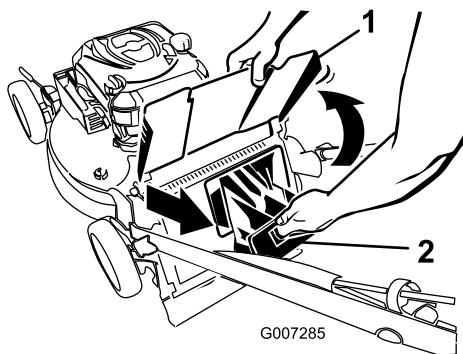

Figura 20
2. Sollevate il deflettore di scarico e tenetelo sollevato (Figura 20).
3. Estraiete il coperchio di scarico posteriore (Figura 20).